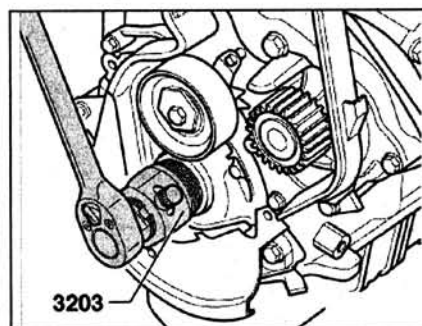

Рис. 2.43. Открутите винт фиксации и прокрутите внутреннюю часть съемника, чтобы извлечь сальник коленчатого вала.
4. Открутите винт фиксации и прокрутите внутреннюю часть съемника, чтобы извлечь сальник коленчатого вала (рис. 2.43).